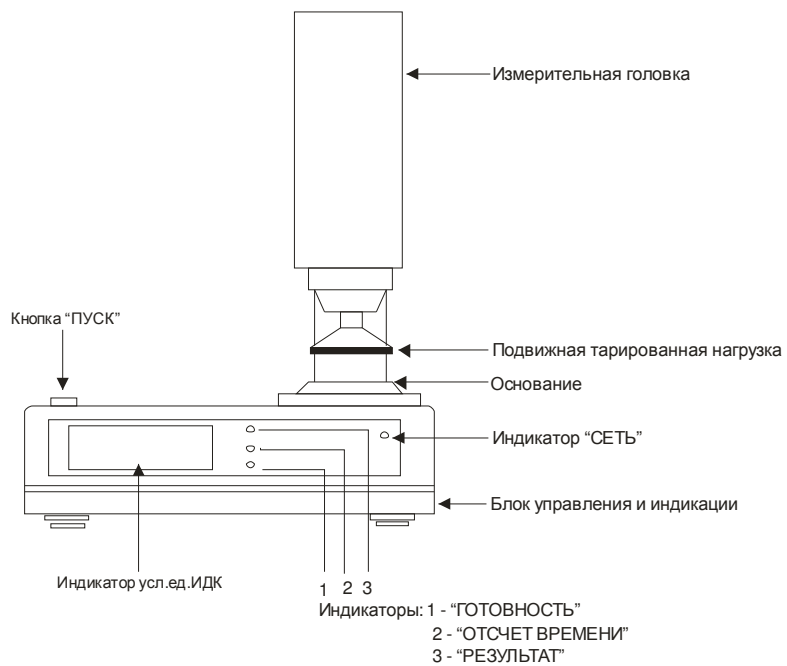

Рис. 1 Лицевая панель ИДК-3М
4.1. Конструктивное исполнение. Прибор, изображенный на рис. 1, состоит из блока управления и измерительной головки. В нижней части головки расположена подвижная тарированная нагрузка весом в 120 г, выполненная в виде конуса с диаметром основания 35 мм, величина хода которого составляет 20 мм.